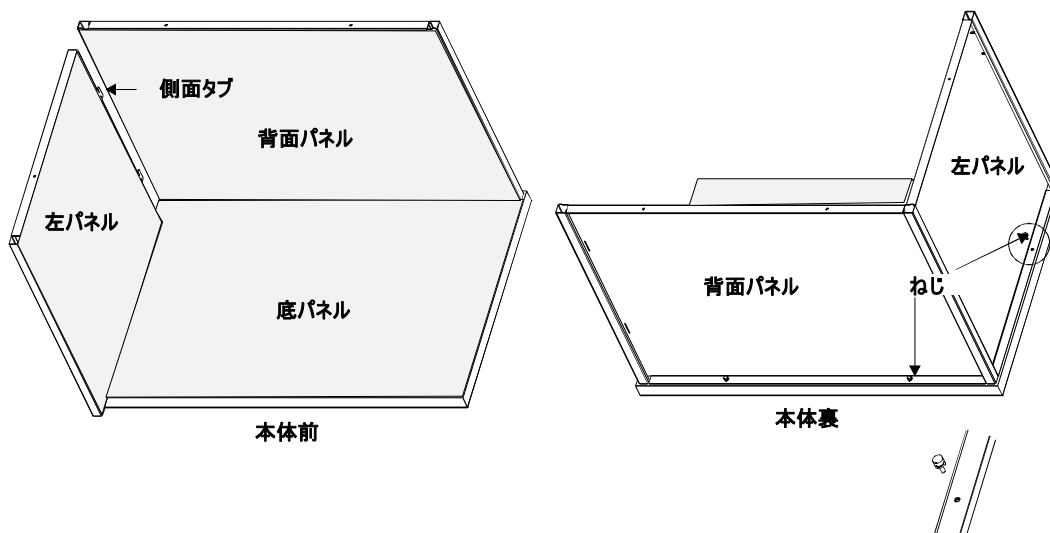

図3 左パネルを背面および底パネルに挿入した状態
5. 背面パネルを押さえながら、左パネル（#3）側面のタブを背面パネル（#2）に挿入します。図3の通りに、左パネルと底パネルを2本のねじで固定します。